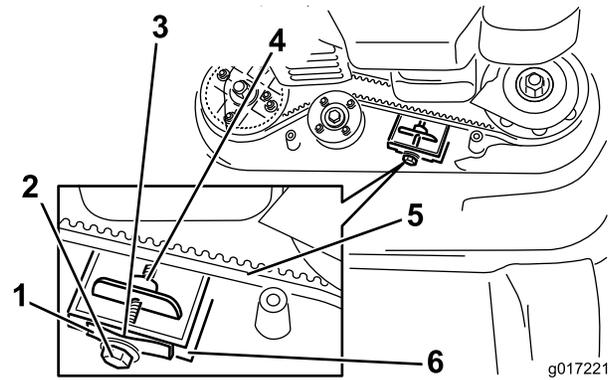

**Bild 36**
1. Nehmen Sie die Abdeckung des Messerantriebs ab (Bild 36).